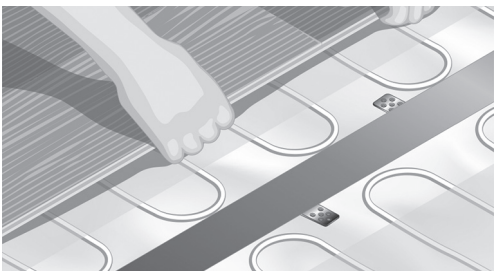

Fig. 10. Läggning av golvet
11. Läggning av golvet (Bild 10).
Vid golvläggning är valfri orientering enligt värmemattan möjlig, men bästa resultat uppnås när det är orienterat enligt Bild 10.